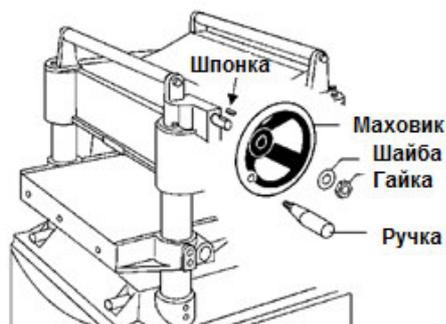

Рис. 5
1. Открутите гайку и снимите шайбу с вала коробки скоростей, установите маховик на вал (см. Рис. 5) так, чтобы он установился на шпонку.